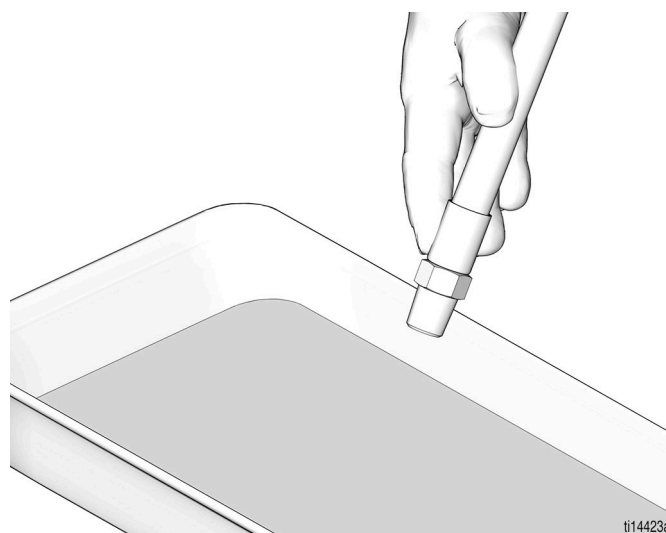

Рис. 2
1. Вставьте конец шланга в заземленный металлический контейнер для отходов. В течение всего процесса промывки плотно прижимайте шланг к контейнеру для отходов (Рис. 2).